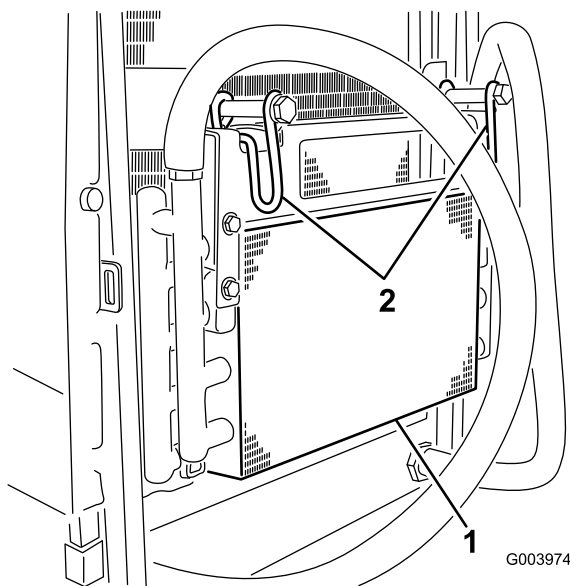

Figura 58
6. Articule o trinco para dentro para libertar o arrefecedor do óleo (Figura 58).